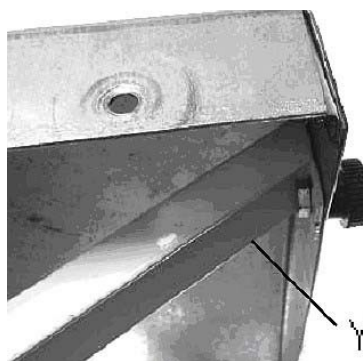

Fig. 14: Montage van de draagarmen
- Afbeelding 14: Bevestig de twee steunarmen als versterking. Zet de tafel rechtop en draai de schroeven en moeren vast.